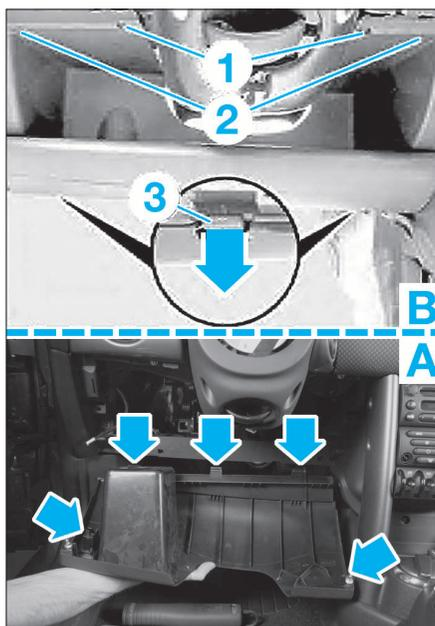

FIG. 4
- le vide poche conducteur (Fig.4).